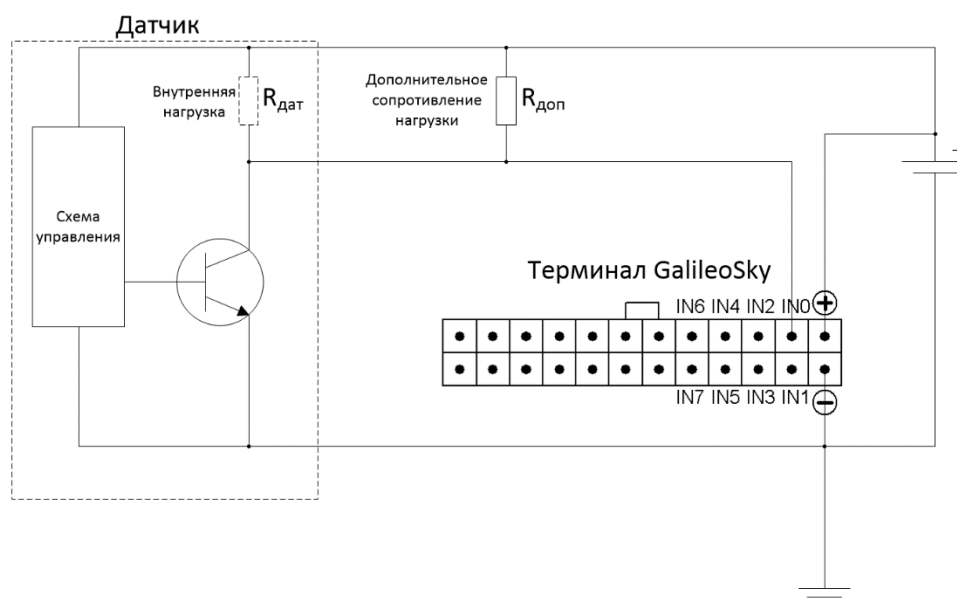

Рисунок 17. Подключение датчика с NPN выходом
- 2) В схеме с NPN транзистором на выходе датчика необходимо подключить нагрузку датчика к плюсу (VCC) терминала. Выход подключить к одному из входов IN0-IN7. Минус подключить к GND терминала (Рис. 17). Сопротивление ДАВ на землю терминала GalileoSky ( $R_{тер}$ ) на версиях 5.0 и 2.0 составляет 14 кОм, на версии Base Block - 30 кОм. Внутреннее сопротивление датчика ( $R_{дат}$ ) должно быть в 10 раз меньше чем  $R_{тер}$ . В противном случае необходимо параллельно  $R_{дат}$  добавить в схему дополнительный резистор ( $R_{доп}$ ), его сопротивление обычно около 1 кОм. Теперь, когда датчик неактивен, напряжение поступает на вход терминала (дискретная «1»). Когда датчик активен — на входе терминала дискретный «0».